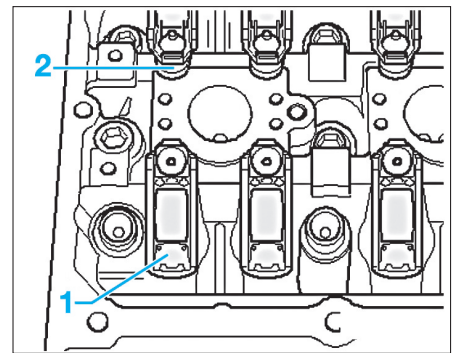

Fig. 28
- Veiller à ce que tous les culbuteurs à galet soient correctement positionnés sur les extrémités des tiges de soupapes (1) et clipsés sur leur élément d'appui respectif (2) (Fig.28).